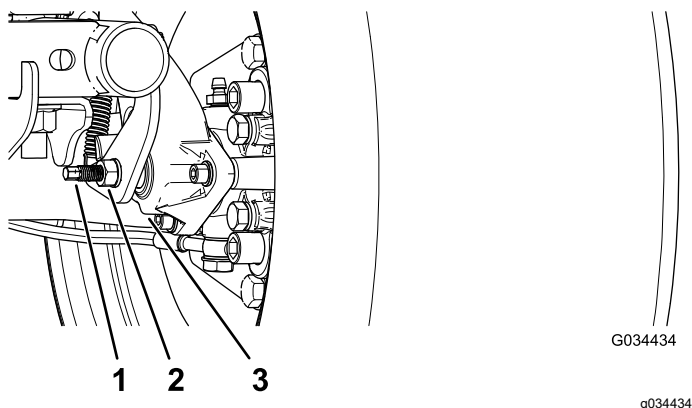

Figura 61
3. Utilizând 2 chei, inei în poziie piciorul de reglare de pe etrier cu o cheie i slăbii contrapiulia cu un sfert ($\frac{1}{4}$) de tură cu cealaltă cheie (Figura 61).
4. În timp ce inei în poziie piciorul de reglare i contrapiulia, rotii piciorul de reglare pentru a-l strânge (Figura 61).
5. În timp ce inei în poziie piciorul de reglare i contrapiulia, slăbii cu un sfert ($\frac{1}{4}$) de tură (Figura 61).
6. În timp ce inei în poziie piciorul de reglare i contrapiulia, strângei contrapiulia (Figura 61).